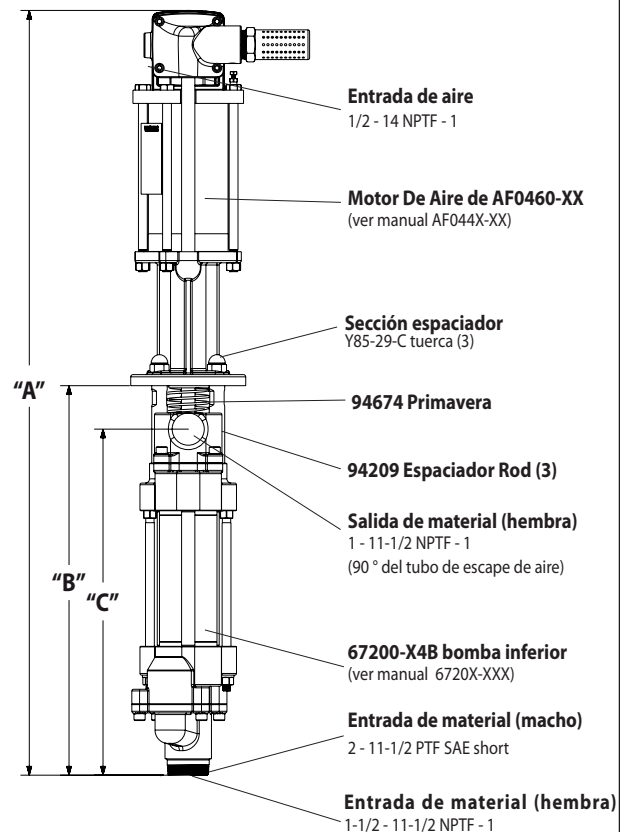

Figura 1
- Retire los tres tornillos de cabeza (Y85-29-C) y las arandelas de seguridad de las tres varillas del espaciador (ver figura 1).